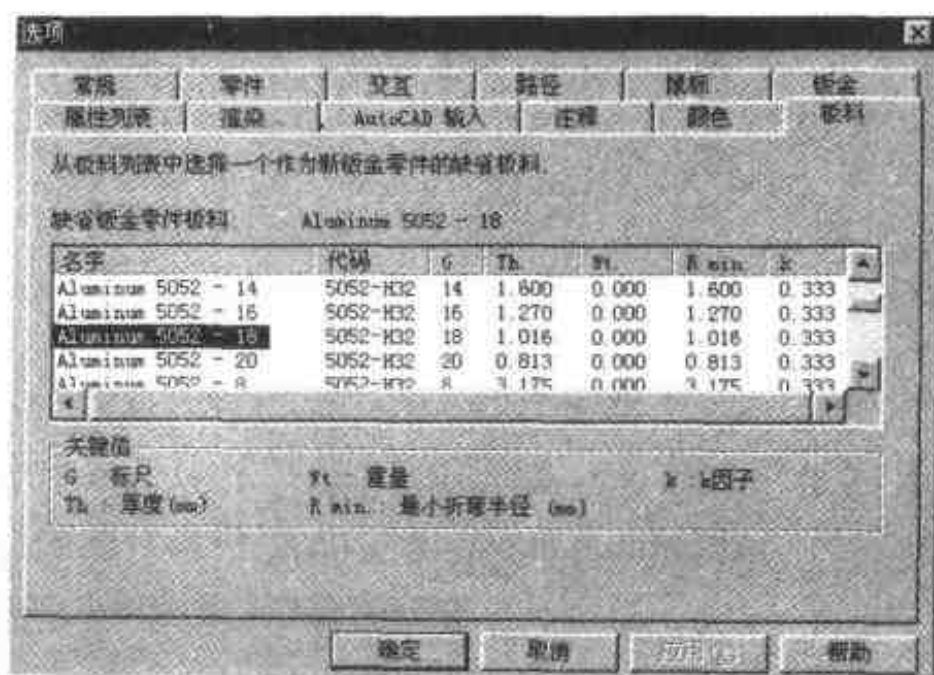

图 4.110 【板料】选项卡
- (1) 选择【工具】|【选项】命令，在弹出的【选项】对话框中打开【板料】选项卡，选用的板料材料为“Aluminum 5052-18”，此板料具有的属性如图 4.110 所示。